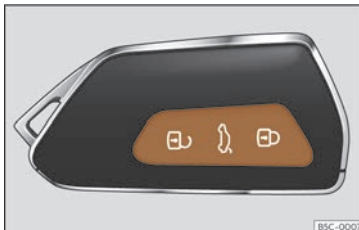

Fig. 74 Clé à télécommande : touches.
• Verrouiller : appuyez sur le bouton  >>> **fig. 74.**